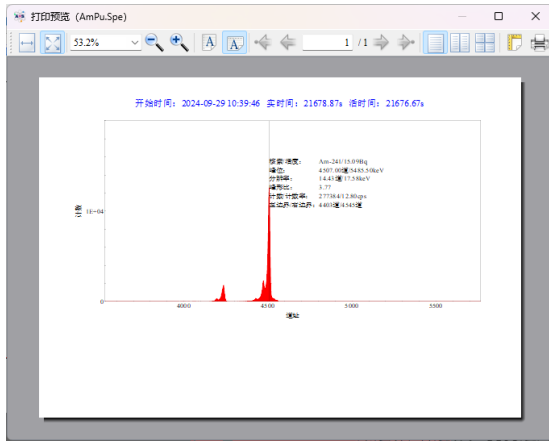
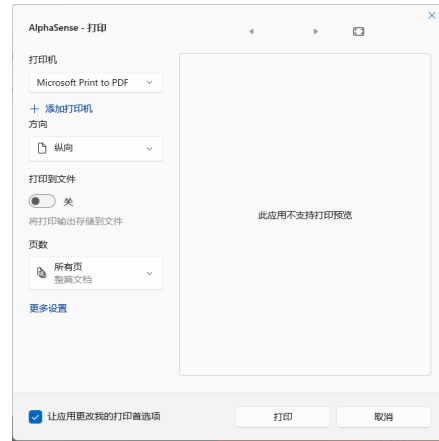
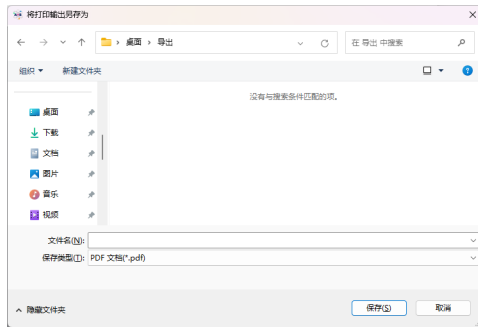

图 12 导出-打印预览窗口
图 13 打印窗口
图 14 保存打印 PDF 的路径窗口
- ① 打印——会弹出如下图 12 所示的预览窗口，点击打印会弹出如图 13 打印窗口；若连接打印机，可直接选择打印机打印出来；或可选择打印为 PDF(Print to PDF)，点击打印按钮会弹出如图 14 所示的保存路径窗口，设置好后点击保存即可保存为 PDF；